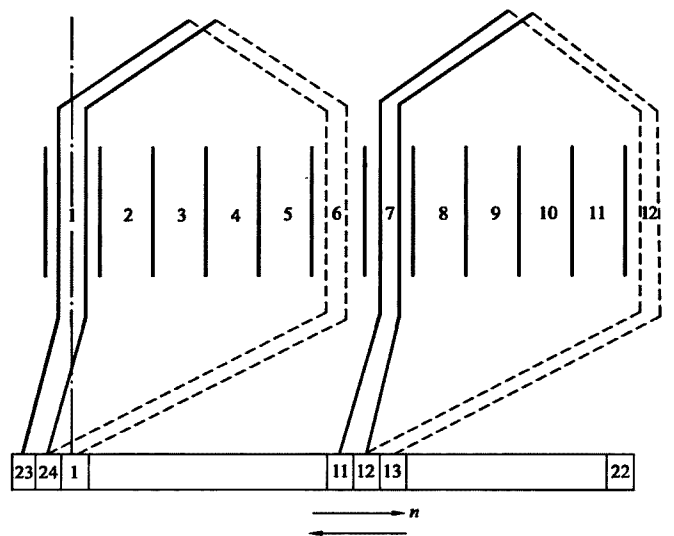

图 5-10 U40/36-24D 型、U40/36-110D 型转子绕组展开图
4. U40/36-24D 型、U40/36-110D 型转子绕组展开图 (见图 5-10)